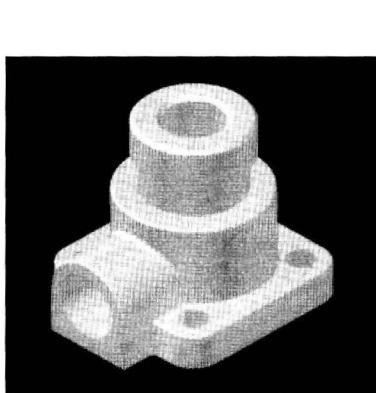

图 1-5 渲染三维图形
- **渲染三维图形：**在 AutoCAD 中，不仅可以对图形进行简单的着色处理，还可以为三维图形指定光源和材质等，然后将其渲染为具有真实感的图像，如图 1-5 所示。